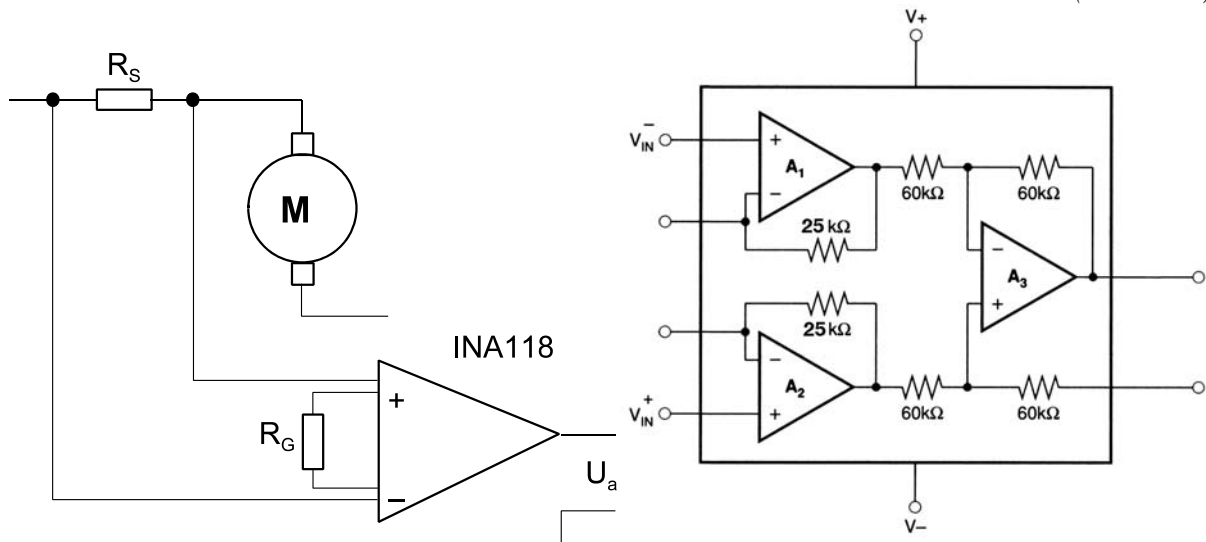

Abb. 3
10. Der durch eine Last fließende Strom ist zu überwachen (Abb. 3). Im Beispiel sollen es maximal 2 A sein. Am Meßwiderstand sollen dabei 200 mV abfallen. Dimensionieren Sie R_S und R_G so, daß sich bei 2 A Laststrom eine Ausgangsspannung U_a von 4 V ergibt.